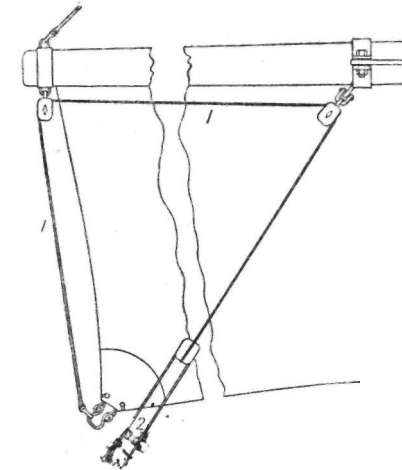

Рис. 43. Проводка фок-гитова:
**Фока-гитовы** (рис. 43). Основывается два — левый и правый, каждый из стального шкентеля и лопаря из растительного троса.